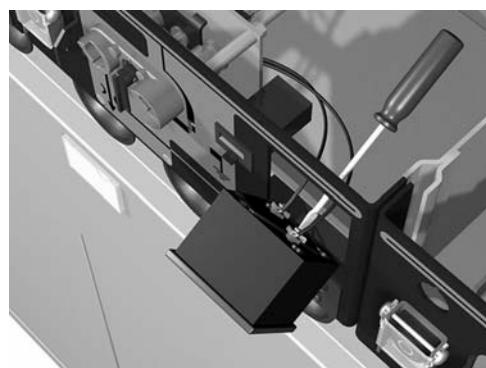

Рисунок 6-8: Отсоединение проводов
7. Отсоедините провода от амперметра (см. Рисунок 6-8).